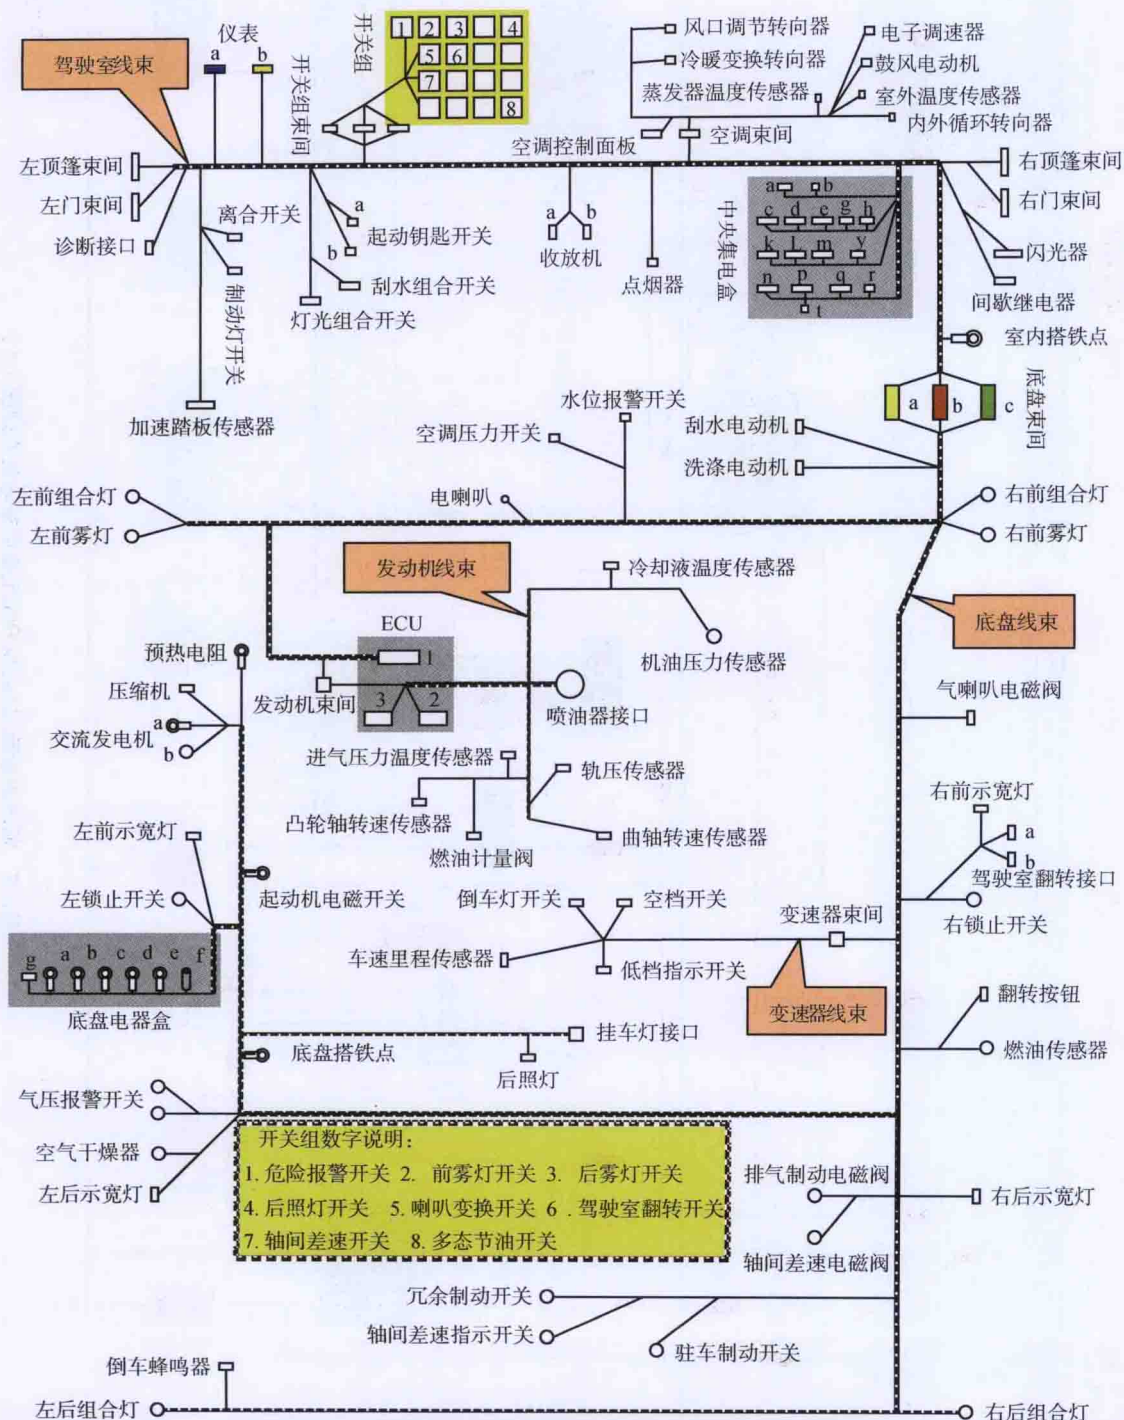

图1-1 解放J6电喷 CA4250P66型牵引车线束布局图
- 图 1-1 解放 J6 电喷 CA4250P66 型牵引车线束布局图 1
解放 J6 电喷 CA4250P66 型牵引车线束布局见图 1-1，电路原理见图 1-2，中央集电盒电路原理见图 1-3，线束剖析见表 1-1。